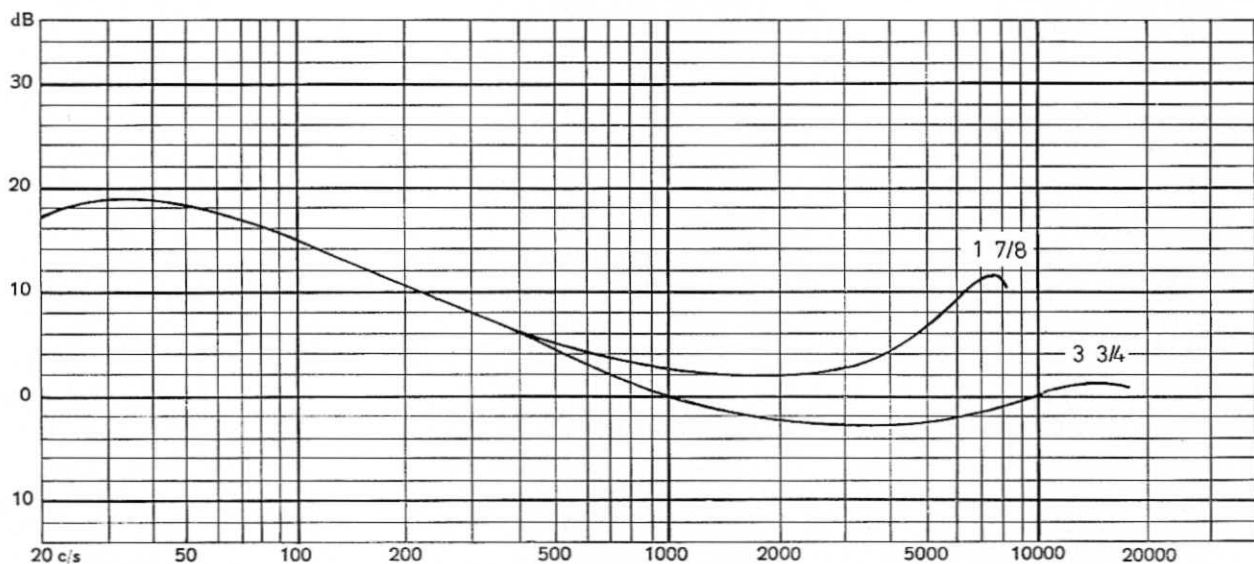

Fig. 39. Avspillingskurver.
3. Diskanthevningen foretas ved å avstemme inn/avspillingshodet til resonans på de høyere frekvenser i toneområdet. C121 er koplet parallelt med hodet ved $1\frac{7}{8}$ " pr. sek. hastighet, og resonansfrekvensen er 7500 Hz. Kondensatoren C121 brytes fra når hastigheten forandres til $3\frac{3}{4}$ " pr. sek. og resonansfrekvensen øker til ca. 12 000 Hz. Se fig. 39, Avspillingskurver for modellene 82 og 84.